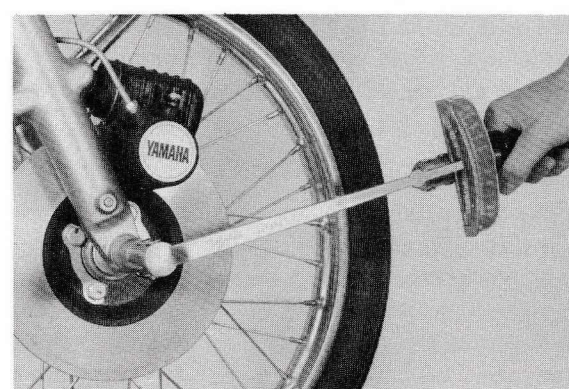

Fig. 3-3-12
- 3) Installera hjulaxelns mutter på densamma. Skruva till muttern på hjulaxeln med en skiftnyckel (Se Fig. 3-3-12)
- 3) Hjulets akselmøtrik sættes på hjulakslen. Spænd akslens sikkerhedsmøtrik ved hjælp af en momentnøgle. (Fig. 3-3-12)